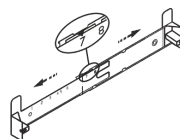

рис. 5
6.2 Крепление кронштейна к стене (рис. 5, 6):
- прежде чем прикрепить кронштейн к стене, необходимо выставить его на нужный размер рис. 5 (равный ширине верхней фальштрубы), для этого увеличьте размер кронштейна (если это необходимо), раздвинув его, и установите фиксатор на против цифры 7 (см. рис.5);